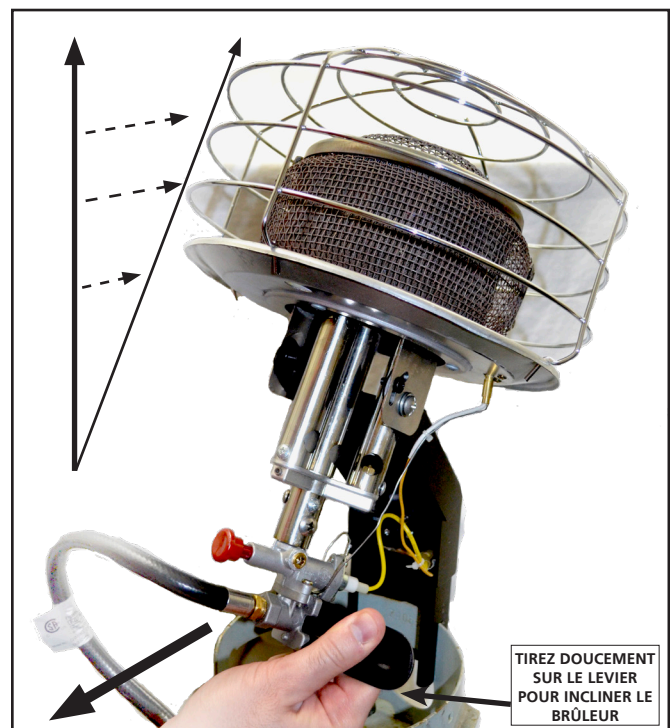

Figure 6
- H. Tirez sur le levier pour ajuster le chauffage à la position désirée de fonctionnement de l'angle incliné. Figure 6